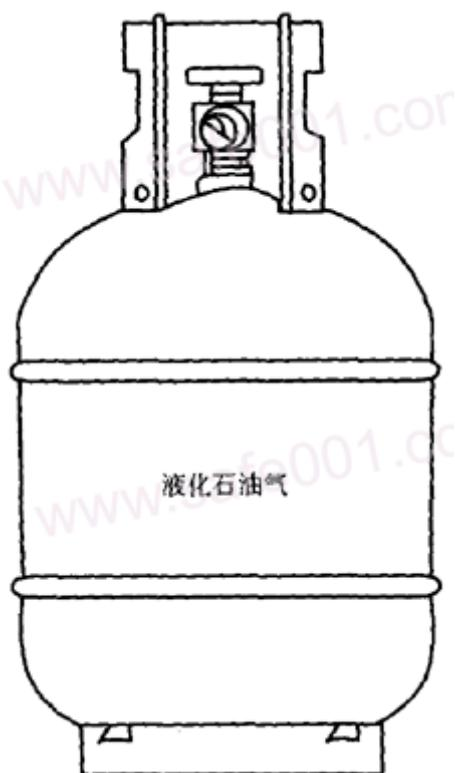

图 2-8 液化石油气瓶
(3) 液化石油气瓶 液化石油气瓶的外形如图 2-8 所示。一般采用 16Mn 及优质碳素钢等薄板材料制造。气瓶储存量分别为 10kg、15kg、30kg 等，如果用量很大，还可制造容量为 1. 5~3. 5t 的大型储罐，气瓶漆银灰色，并用红色写上“液化石油气”字样，瓶体最大工作压力为 1. 6MPa，水压试验压力为 3. 0MPa，常用的液化石油气瓶规格见表 2-14，液化石油气瓶可并联使用。